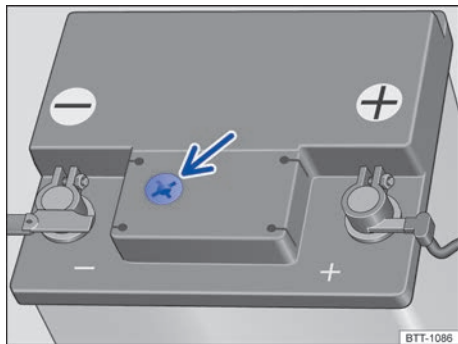

Fig. 266 Representación esquemática: mirilla en la parte superior de la batería.
- Procure disponer de buena iluminación para poder distinguir bien el indicador de color de la mirilla redonda situada en la parte superior de la batería → fig. 266 (flecha). En vehículos con la batería en el maletero, dado el caso utilice adicionalmente un espejo para ver mejor el indicador de color. No utilice nunca una llama desprotegida u objetos incandescentes para alumbrarse.